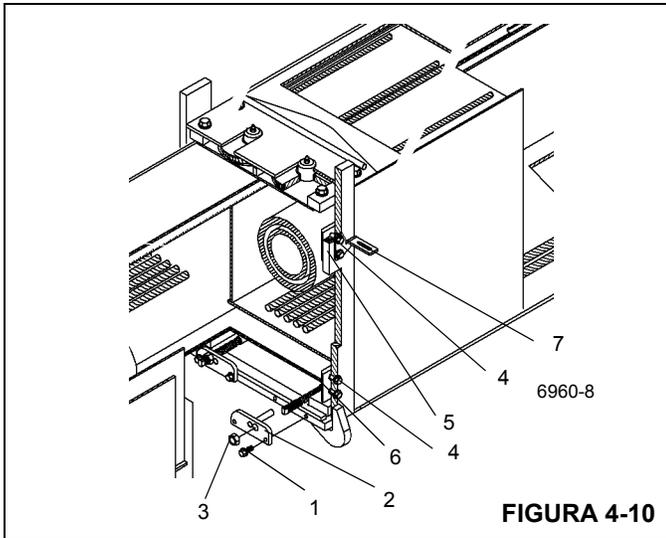

FIGURA 4-10
- Remova os parafusos e as arruelas (1) que fixam as placas de fixação do cabo de retração da seção volante (2) na parte frontal inferior da seção intermediária interna. Remova as contraporcas e as placas de fixação (3) dos cabos (Figura 4-10).
10. Remova os parafusos e as arruelas (4) que fixam cada placa de desgaste lateral superior (5) e inferior (6) na parte frontal da seção intermediária interna (Figura 4-10). Remova as placas de desgaste, os calços e a cantoneira de montagem (apenas lado superior esquerdo) (7).